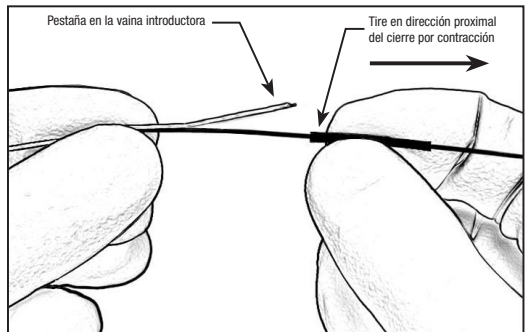

Figura 3: Tire del cierre por contracción en dirección proximal
17. Sujete el dispositivo lejos del cierre por contracción y tire del cierre por contracción en dirección proximal para exponer la lengüeta de la vaina introductora. Consulte la Figura 3.